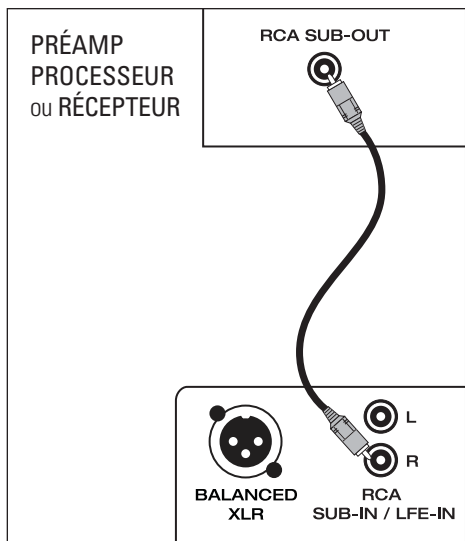

Fig. 10a
Entrée RCA niveau de ligne (Figs. 10a et 10b)
1. **Entrée Mono (gauche, droite ou Sub-Out)** se branche à partir de la sortie RCA (S/E) Sub/LFE de votre préamplificateur/processeur, récepteur audiovisuel ou de toute autre source de bas niveau appropriée (Fig. 10a).